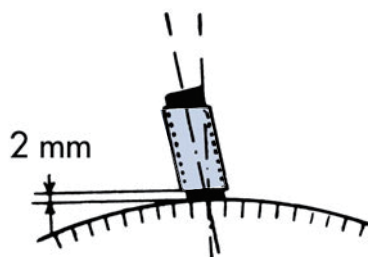

図 2
- ブラシホルダーと整流子との間の距離を、2.5 ～ 3 mm に調節します（図 2）。